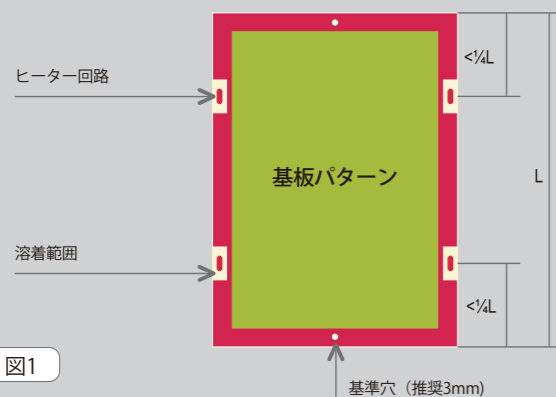

図1
- ・ 適切な基準穴(図1参照)が配置された内層材。一般的にはドリルもしくはパンチングによるもの